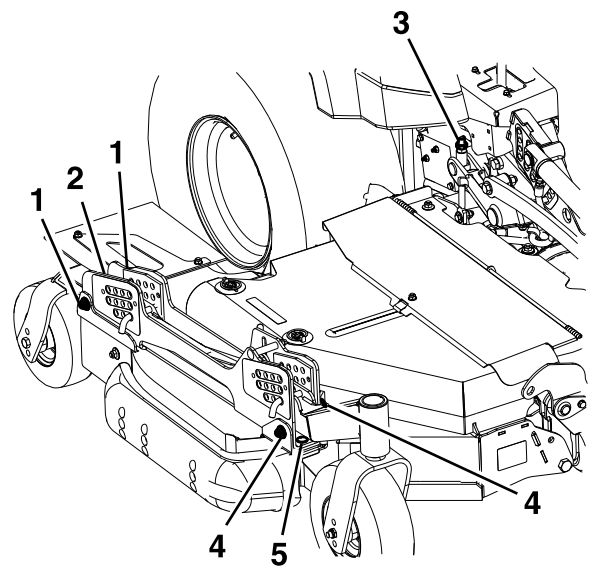

Figure 81
- Si le tablier est trop bas, serrez le boulon de réglage de hauteur avant (Figure 81) en tournant l'écrou inférieur dans le sens horaire.
- Si le tablier est trop haut, desserrez le boulon de réglage de hauteur avant (Figure 81) en tournant l'écrou inférieur dans le sens antihoraire. Ajustez précisément les dispositifs de réglage arrière au besoin.
Réglez la hauteur de la roue arrière (Figure 81) de sorte qu'elle touche légèrement le sol, avec une pression minimale.
3. Sur les tabliers latéraux gauche et droit, la hauteur de la lame peut s'ajuster grâce à des points de réglage avant et arrière. Pour régler la hauteur d'une lame latérale, commencez par desserrer les écrous de fixation des supports de hauteur de coupe avant et arrière. Il y a quatre emplacements (deux de chaque côté du profilé), comme montré à la Figure 81.
4. Mesurez l'arrière des lames latérales. Si l'une ou l'autre présente une inclinaison de moins de 1,5 mm (1/16 po), élevez l'arrière du tablier en serrant les réglages arrière gauche et droit (Figure 81) jusqu'à ce que les quatre lames présentent une inclinaison minimale de 1,5 mm (1/16 po). Réglez les roues arrière latérales de sorte qu'elles touchent légèrement le sol, avec une pression minimale. Serrez les quatre emplacements de fixation des supports arrière (Figure 81).